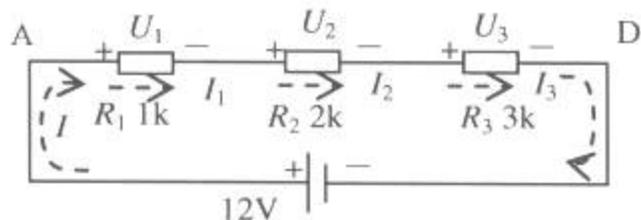
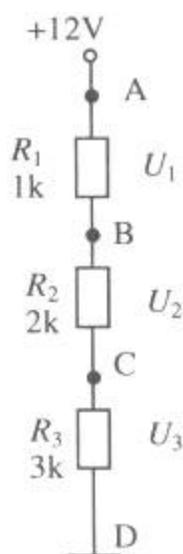

图 1-14 电阻的串联
图 1-15 电阻的串联分压
例 1 参看图 1-14。设 $R_1=1k\Omega$ ， $R_2=2k\Omega$ ， $R_3=3k\Omega$ ，它们串联后接 12V 电源，试求电路中的 ① 总电阻；② 总电流；③ 流过每个电阻的电流；④ 各电阻上的电压降；⑤ 每个电阻消耗的功率。
分析图 1-14 所示电路，因 $I_1=I_2=I_3$ ，所以 $\frac{U_1}{R_1}=\frac{U_2}{R_2}=\frac{U_3}{R_3}$ ，也可写成 $\frac{U_1}{U_2}=\frac{R_1}{R_2}$ ，即：各
为方便分析，图 1-14 中的电路图常画成如图 1-15 所示的纵向，将电源省略，用“○”表示电源正极，“-”表示电源负极（即接地）。
图 1-14 中, 因 A 点与电源正极相连, D 点与电源负极相连, 故 AD 两点之间的电压差就是电源电压, 用 U_{AD} 来表示 ($U_{AD}=12V$)。D 点表示电压的参考点, A 在 D 的前面, 表示 A 点比 D 点为正。如果写成 U_{DA} , 则表示 D 点比 A 点为正。图 1-15 中, 因 D 点与电源负极相连, 一般可省略不写, U_{AD} 可写成 U_A 。
U_2 表示 R_2 两端的电压, 用 U_{BC} 表示, 其中 C 不可省略。如果表示 B 点对 D 点的电压差, 可用 U_{BD} 来表示, D 可省略。根据上述分析, 图 1-15 中各点的电压关系可表示为